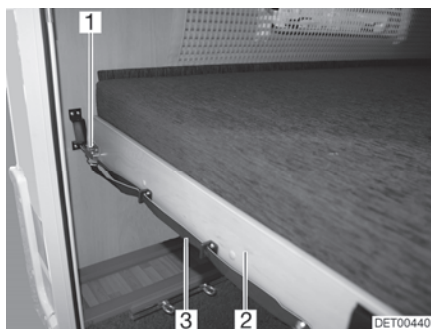

Bild 77 Våningssäng (bak)
- Dra i bandet (Bild 77,3) och lossa spärren (Bild 77,1).
- Dra fram ribbotten (Bild 77,2) med madrassen så att den hakar i.